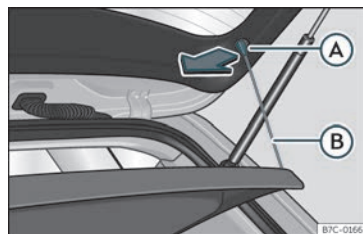

Fig. 105 Nel bagagliaio: smontare e montare il ripiano.
- Sganciare i tiranti di sostegno >>> fig. 105 (B) >>> dagli alloggiamenti (A).
»» **fig. 105** (B) nel portellone posteriore.